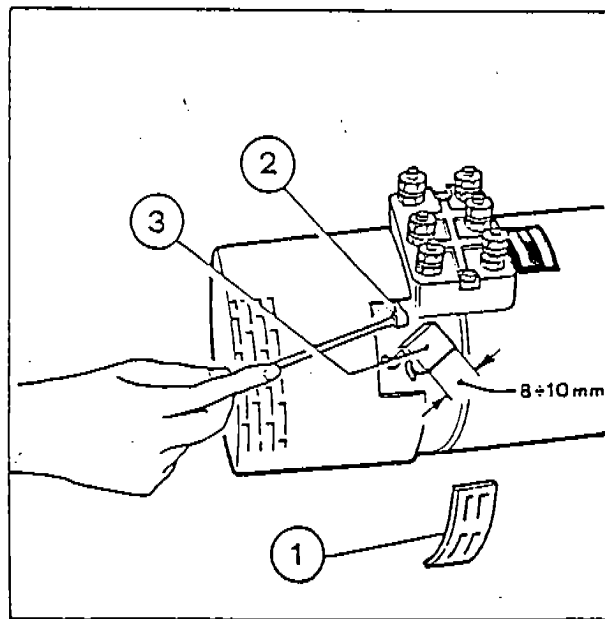

Fig. 16
- 1) Remove the protection cover (1-Fig. 16) with a screw driver.
- 2) Lift the pressure springs (2-Fig. 16) and take the brushes off.
- 1) Togliere gli schermi protettivi (1-Fig. 16) aiutandosi con un attrezzo.
- 2) Sollevare con utensile adeguato (cacciavite ecc.) la molla (2-Fig. 16) di pressione e sfilare le spazzole (3-Fig. 16) dalla sede.